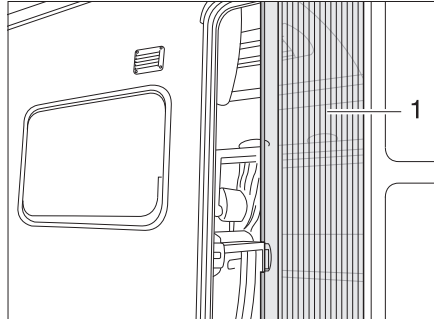

Fig. 23 Moustiquaire
- Tirer jusqu'au bout la moustiquaire par la barrette (Fig. 23,1).
- Remettre la moustiquaire en position initiale en la poussant par la barrette (Fig. 23,1).